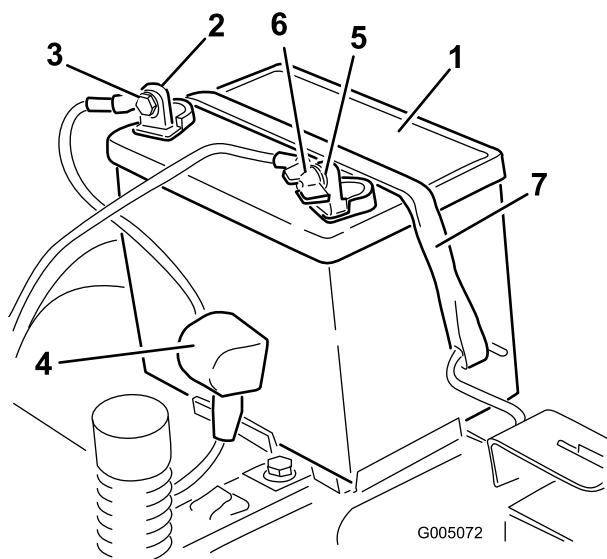

Figura 35
4. Desconecte el cable negativo de tierra (negro) del borne de la batería (Figura 35).
6. Desconecte el cable positivo (rojo) del borne de la batería (Figura 35).
7. Retire la correa de sujeción de la batería (Figura 35) y levante la batería para retirarla de su bandeja.
1. Coloque la batería en la bandeja (Figura 35).
5. Fije la batería con la correa de sujeción (Figura 35).